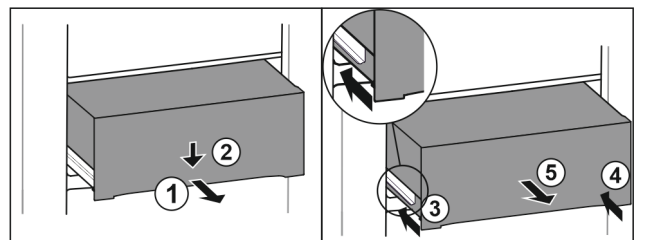

Fig. 144
- ▶ Vytiahnite zásuvku do polovice. Fig. 144 (1)
- ▶ Zatláčajte zásuvku na prednej strane smerom nadol. Fig. 144 (2)
- ▶ Zasuňte ľavú koľajničku o cca 2 cm. Fig. 144 (3)
- ▶ Zasuňte pravú koľajničku o cca 2 cm. Fig. 144 (4)
- ▶ Odoberte zásuvku dopredu. Fig. 144 (5)